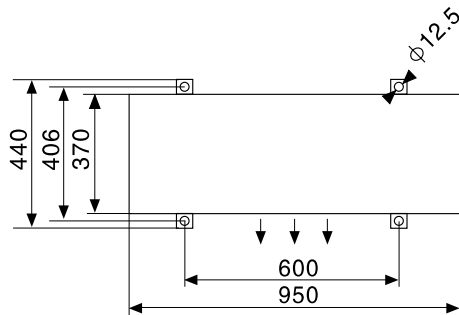

图1底脚螺栓位置
- (3) 用底脚螺栓固定机器，底脚螺栓位置如图1所示。
参照P16页图1, 及P17页图4, 用螺栓将室外机固定在安装架上。